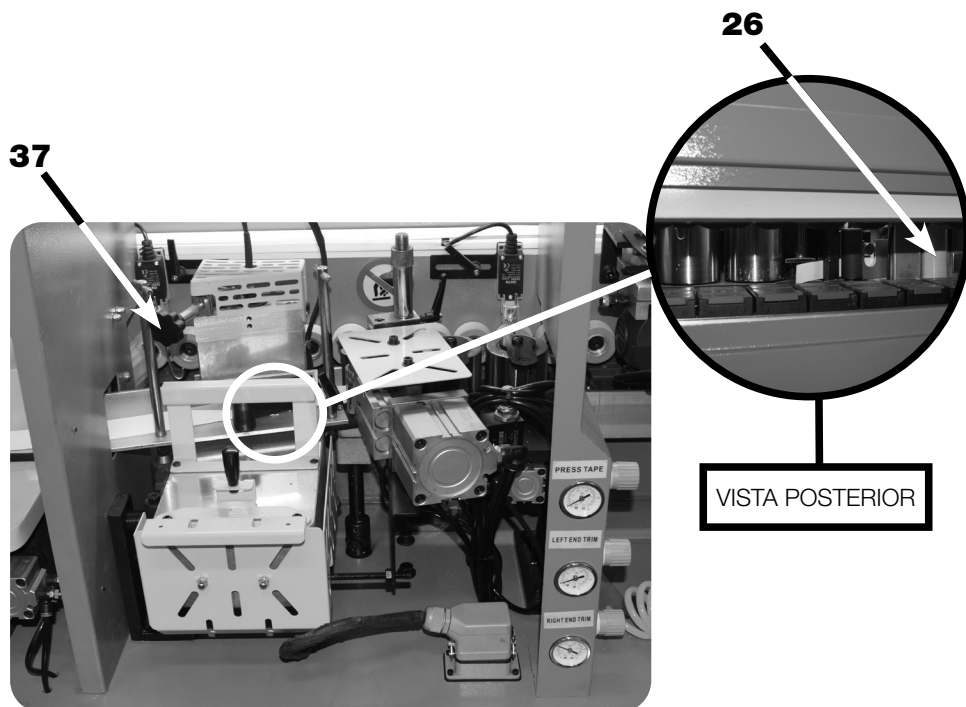

FIGURA 37 – Ajuste da dosagem da Cola
2. Ajuste da quantidade de cola aplicada na borda (figura 37):
- a) **GIRAR** o Manipulo de Dosagem (37) no sentido horário para aumentar a quantidade de cola;
- b) **GIRAR** o Manipulo de Dosagem (37) no sentido anti-horário para diminuir a quantidade de cola;